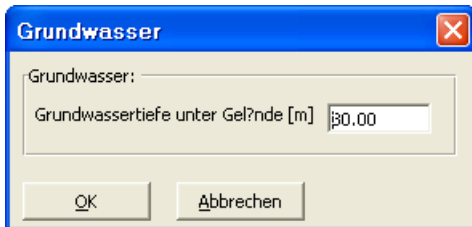

Bild 11-25 Dialogfeld "Grundwasser unter Gelände"
- Doppelklicken Sie auf Grundwasserspiegel. Das Dialogfeld (Bild 11-25) erscheint, um das Grundwasser unter Gelände zu modifizieren